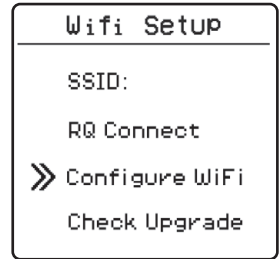

Fig. 15
3. Sélectionnez à l'aide des touches fléchées le point de menu **Configure WiFi** et confirmez votre choix par une pression courte sur la touche Enter (Fig. 15).